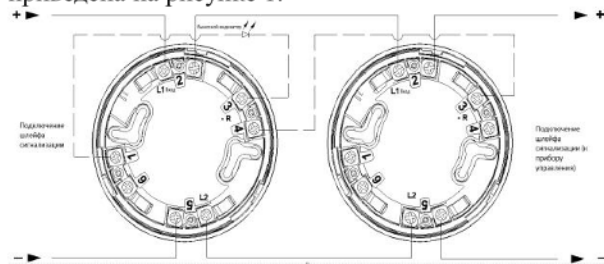

Рисунок 1 – Схема подключения извещателя пожарного комбинированного (дым-тепло) адресно-аналогового ИП-101/212-1-А3 (SHNAR-360).
6.8 Для подключения Извещателя к прибору с использованием добавочного резистора в базовом основании имеется место под пятый контакт, обозначенный Rок (рисунок 1), а в комплектность извещателей с базовыми основаниями V1.05 и V3.05 входят шуруп и шайбы. Схема подключения приведена на рисунке 1.